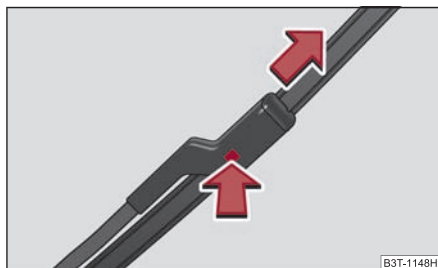

Fig. 74 Lamela ștergătorului de parbriz
- Apăsăți siguranța, pentru a debloca lamela, și trageți-o în direcția indicată de săgeată ⇒ fig. 74.